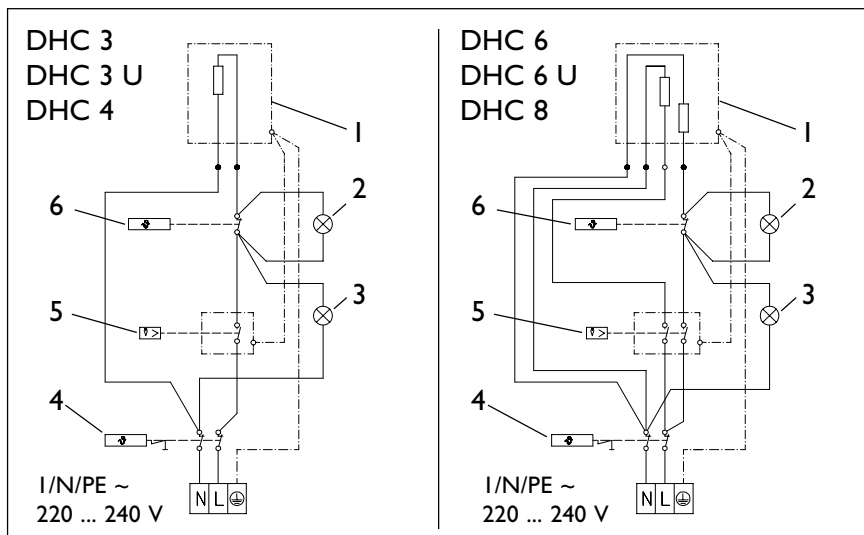

Рис. 14
Прибор должен быть заземлен (см. рис. 14).
### Пояснения к рис. 14
- Осуществить электрическое подключение в клеммной коробке (поз. 10) в соответствии с электрической схемой на рис. 14 и закрутить винты кабельного зажима.
- Подготовить провод (поз. 7) для электрического подключения в клеммной коробке (поз. 10) в соответствии с электрической схемой на рис. 14.
- Стационарно проложить провод (поз. 15) для электрического подключения в клеммной коробке (поз. 16) в соответствии с электрической схемой на рис. 14.
- Электрическое подключение в клеммной коробке (поз. 10) осуществить в соответствии со схемой на рис. 14.